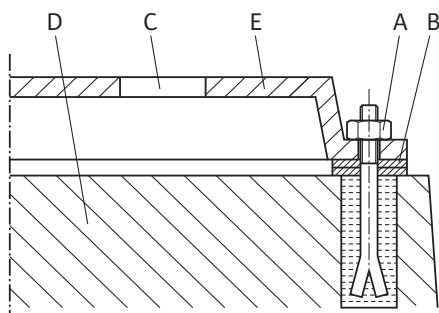

Fig. 15: Příklad sešroubování s podkladem
**Příklad sešroubování s podkladem (Fig. 15):**